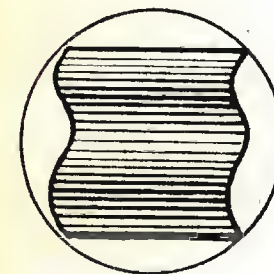

Fig. 9
13) Ondulazione laterale e colonne orizzontali (fig. 9).